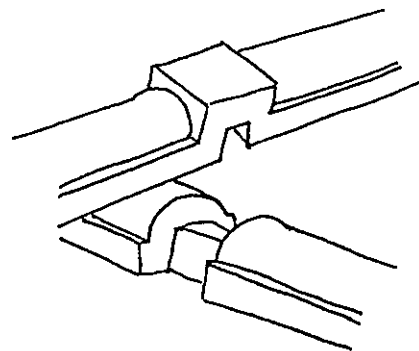

Fig. 19. Spröjsmötet.
- När alla profiler är formade och renskurna görs spröjsmötena (fig. 19) som fogas halvt i halvt med hjälp av gersåg, stämjärn och kniv. Spröjsen sätts samman och läggs på monteringsbordet. Ramstyckena monteras ihop och placeras ovanpå spröjsverket vars längd sätts av.